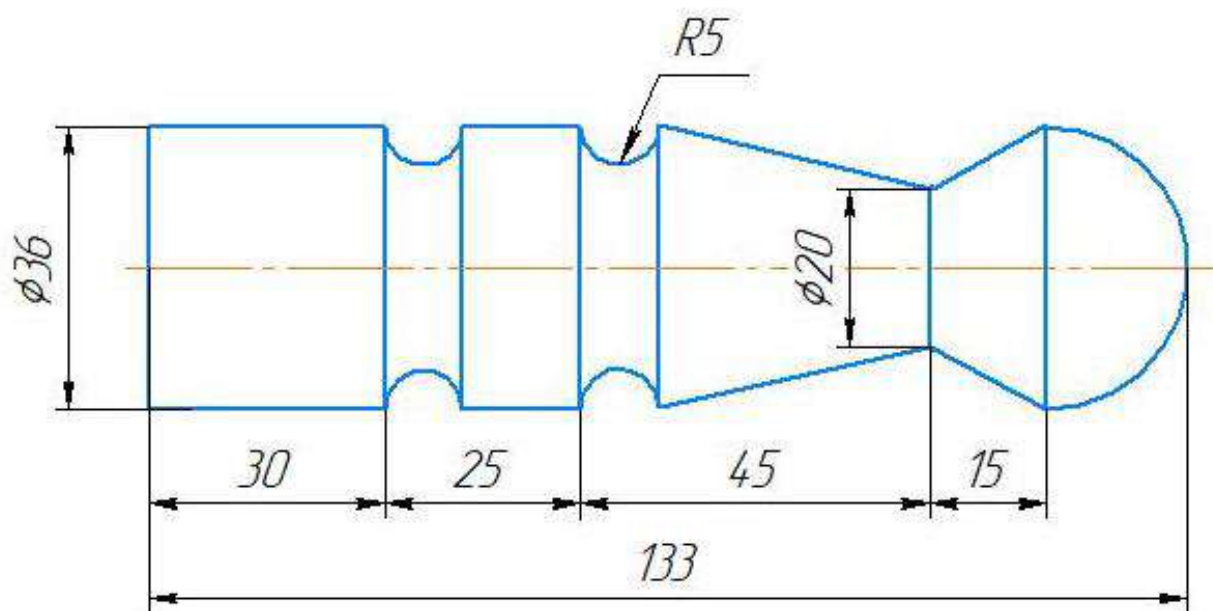

Рис. 1 Чертеж мини-кегли
1. По чертежу выточить кеглю (рис. 1).